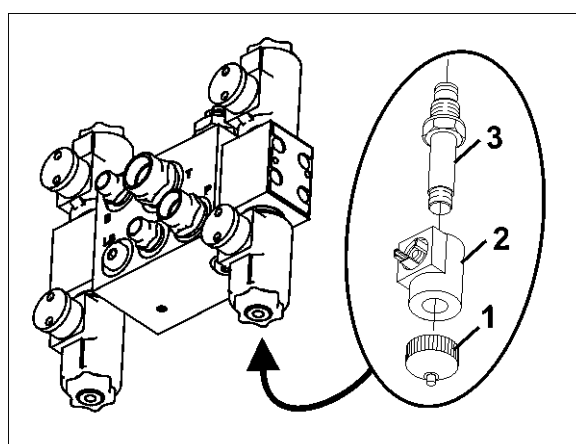

Fig. 179
1. Magnetkappe (Fig. 179/1) abschrauben.
2. Magnetspule (Fig. 179/2) abnehmen.
3. Ventilstange (Fig. 179/3) mit Ventilsitzen herausdrehen und mit Druckluft oder Hydrauliköl säubern.